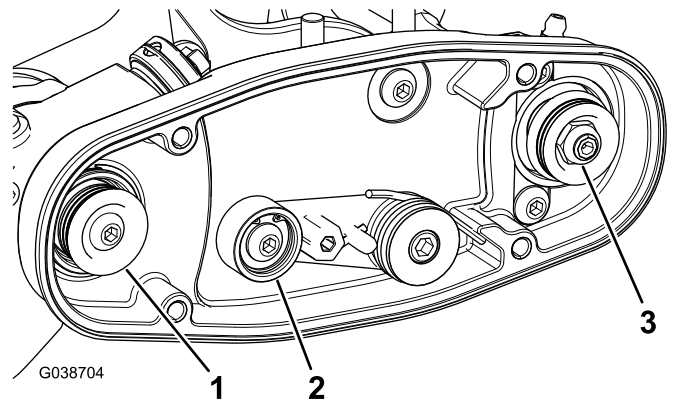
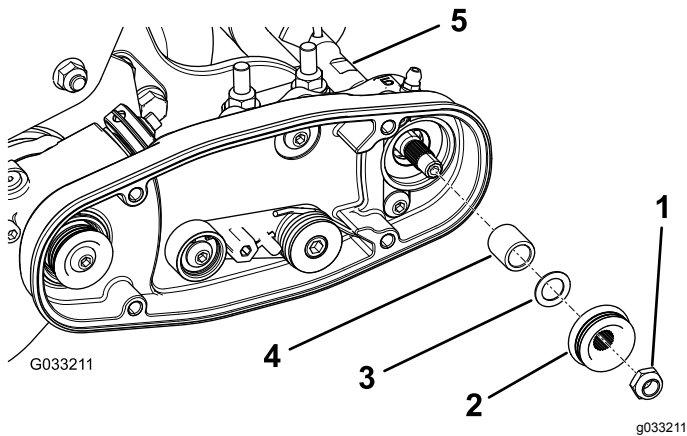

Bild 24
Bild 25
2. Drehen Sie die Spindel, die die Antriebsscheibe dreht, und drücken Sie gleichzeitig den Riemen von der Antriebsscheibe (Bild 24).
3. Entfernen Sie die Sicherungsmutter, mit der die Antriebsriemenscheibe an der Bürstenwelle befestigt ist (Bild 24 oder Bild 25).
4. Nehmen Sie die Antriebsriemenscheibe von der Welle (Bild 25).
5. Wenn die Scheibe nach außen bewegt werden muss, legen Sie eine 0,8 mm dicke Scheibe auf (Bild 25).
6. Setzen Sie die Riemenscheibe ein, wie in Bild 25 abgebildet.
1. Die Antriebsriemenscheibe (an der Rollenbürstenwelle) kann nach innen und außen bewegt werden (Bild 24).